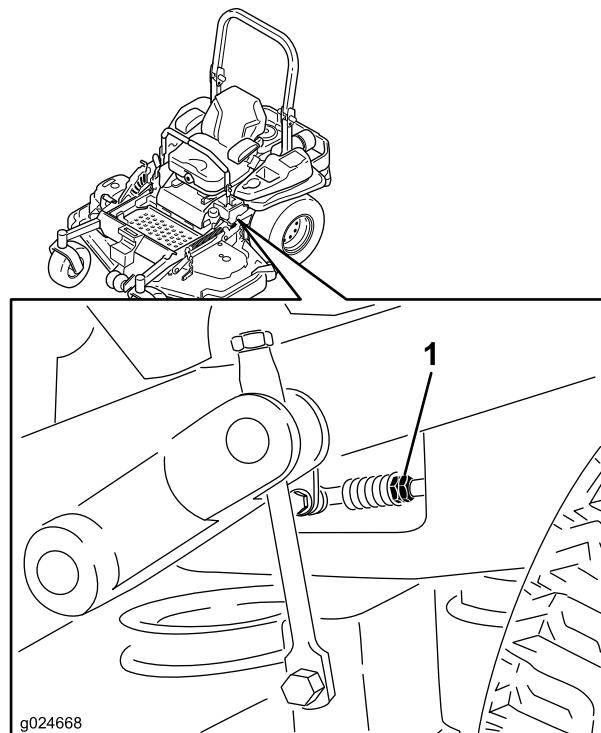

Figure 76
- Réglez la longueur des tiges de pompe en tournant les doubles écrous dans le sens voulu jusqu'à ce que les roues tournent légèrement en arrière (Figure 76).